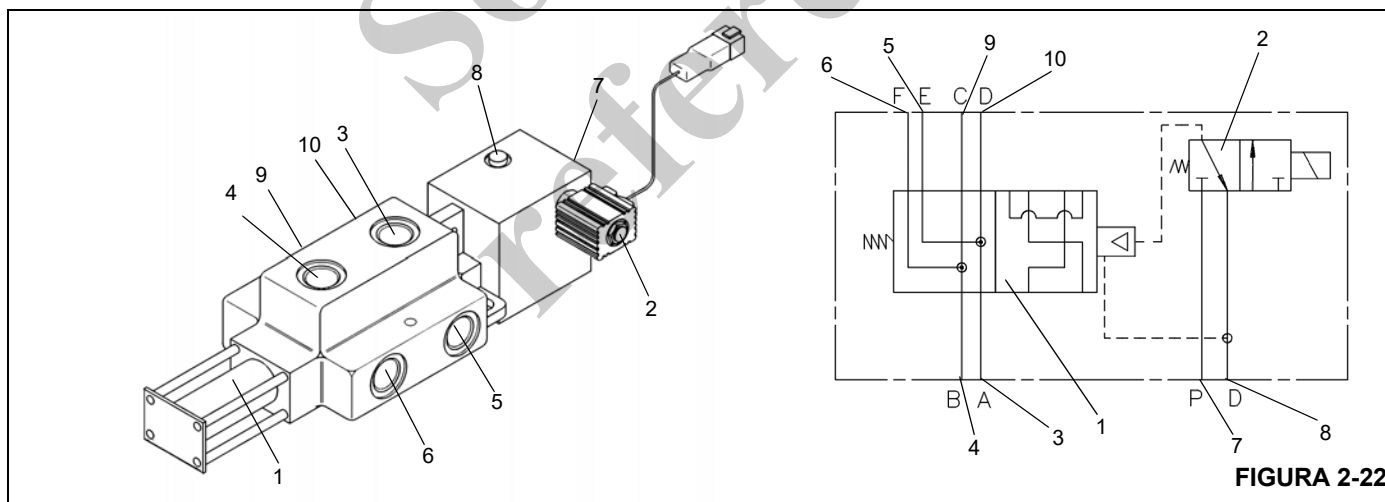

FIGURA 2-22
La válvula selectora en serie/paralelo (Figura 2-22) se usa para seleccionar la velocidad del motor de giro. Se encuentra en el lado exterior de la placa lateral derecha de la plataforma de giro. Se compone de una válvula accionada por piloto de dos posiciones y cuatro vías (1) y una válvula accionada por solenoide de dos posiciones y tres vías (2) (Figura 2-22) que es la válvula piloto. Su tubería se conecta entre la válvula de control de sentido de giro y los motores de giro.